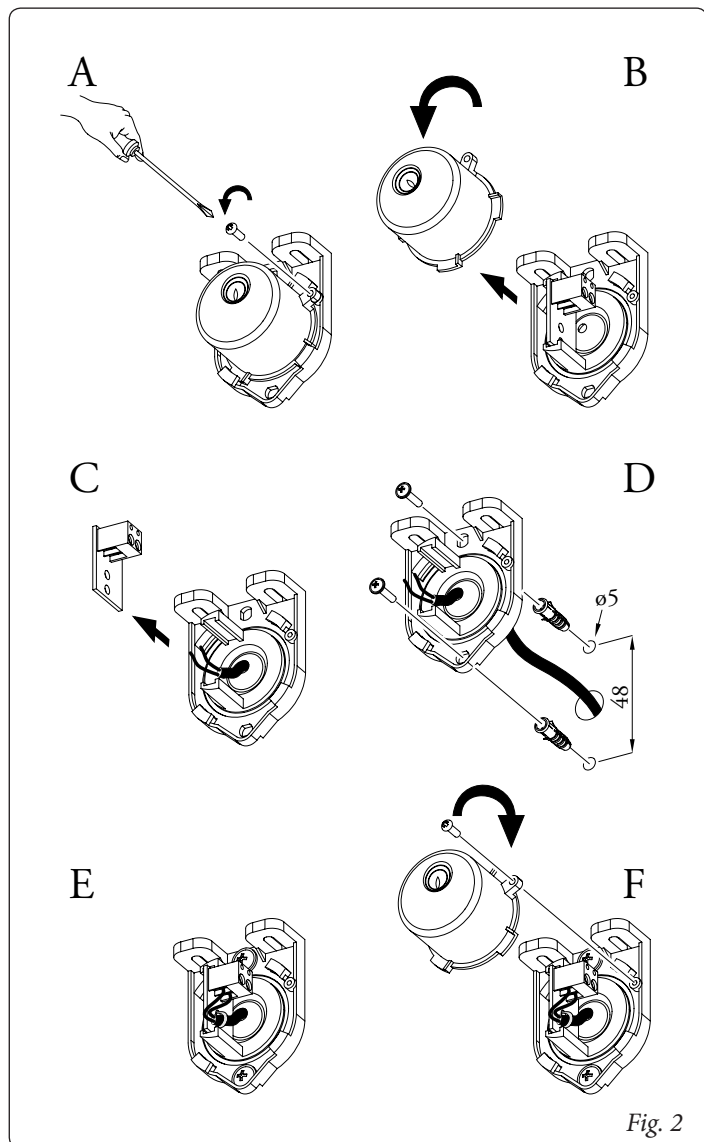

Fig. 2
- Nella figure 2 e 3 sono indicati gli interassi di foratura in base al tipo di installazione.
- Figures 2 and 3 indicate the distance between the holes on the basis of the type of installation.